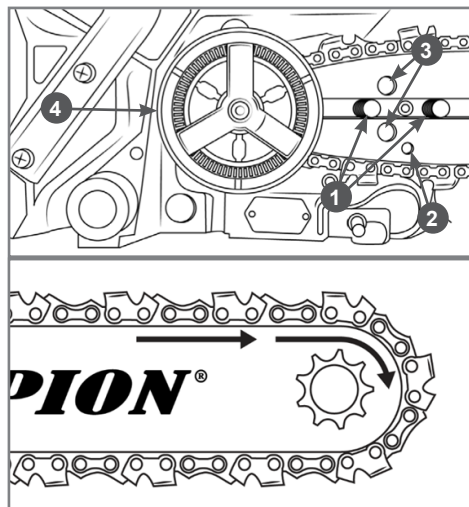

Рис. 4. Установка пильной цепи
6. Установите пильную цепь как показано на Рис. 4. При установке цепи следите за тем, чтобы режущая кромка зуба была расположена вперед по ходу движения цепи, т.е. по часовой стрелке. Поместите цепь на зубцы ведущей звездочки, расположенной позади муфты сцепления 4 (Рис. 4).